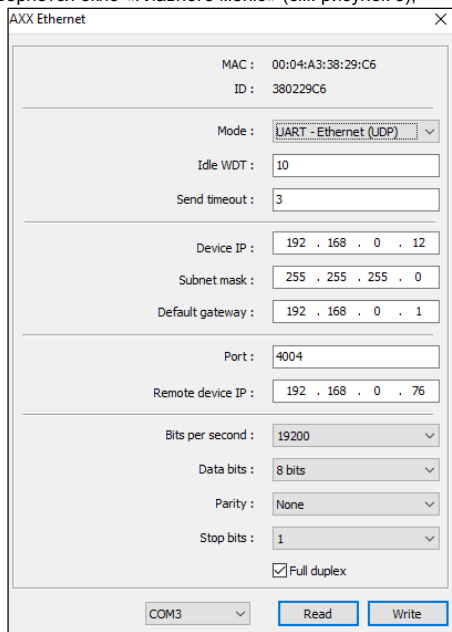

Рис.5 Скриншот окна «Главного меню» при конфигурировании модуля для работы в составе ИСО «777», АСПС
- 3) запустить ПО на ПЭВМ, дважды кликнув на значок исполняемого файла «IEP.exe». При запуске программы развернется окно «Главного меню» (см. рисунок 5);